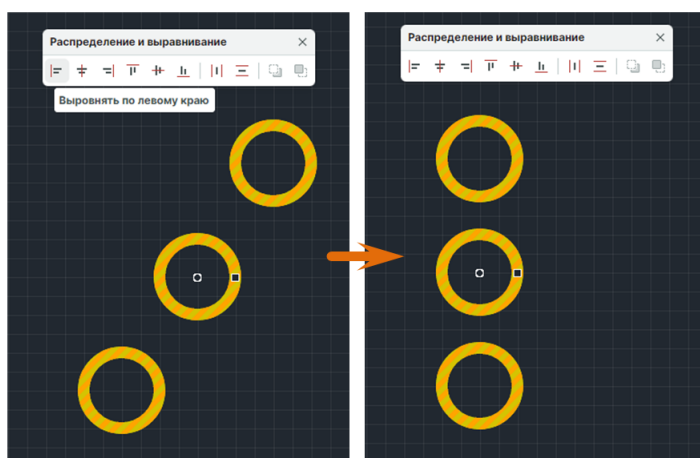

Рис. 370 Выравнивание по левому краю
2. На панели «Распределение и выравнивание» выберите инструмент «Выворнять по левому краю», который обозначен иконкой , см. Рис. 370.